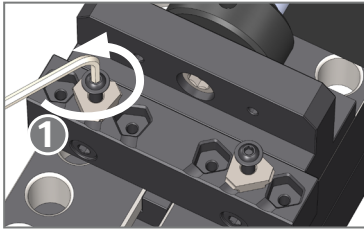

Abb. 5
1. Prägeeinsätze lösen (Abb. 5, Pos. 1)